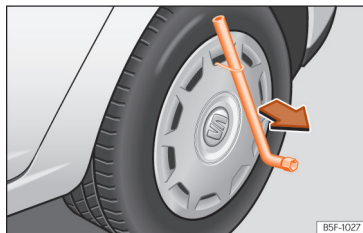

Рис. 243 Знімання ковпака.
- У вушко гачка просуньте ключ для колісних болтів. Спираючи ключ на шину, зніміть ковпак »» **рис. 243**.